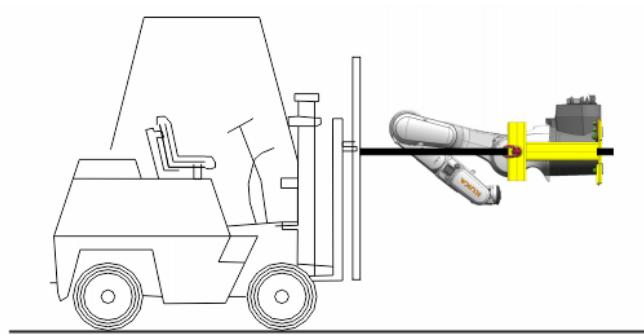

Abb. 8-15: Lastaufnahmemittel mit Gabelstapler aufnehmen
12. Lastaufnahmemittel mit Gabelstapler aufnehmen (>>> Abb. 8-15).